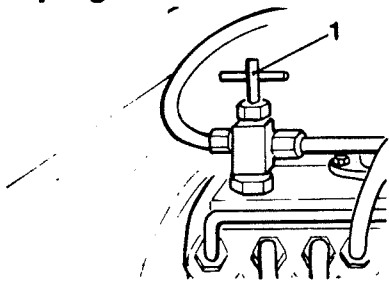

Fig.34 Purga de aire del sistema de combustible
- 4 Apretar el tornillo de purga (1), fig. 34.